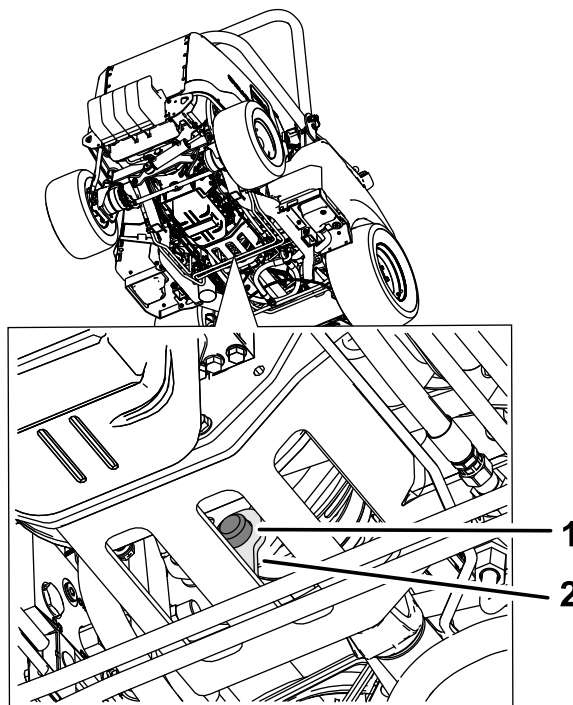

Figure 79
3. Déposez la butée en caoutchouc de la cale de retenue en métal et de l'embrayage (Figure 79).